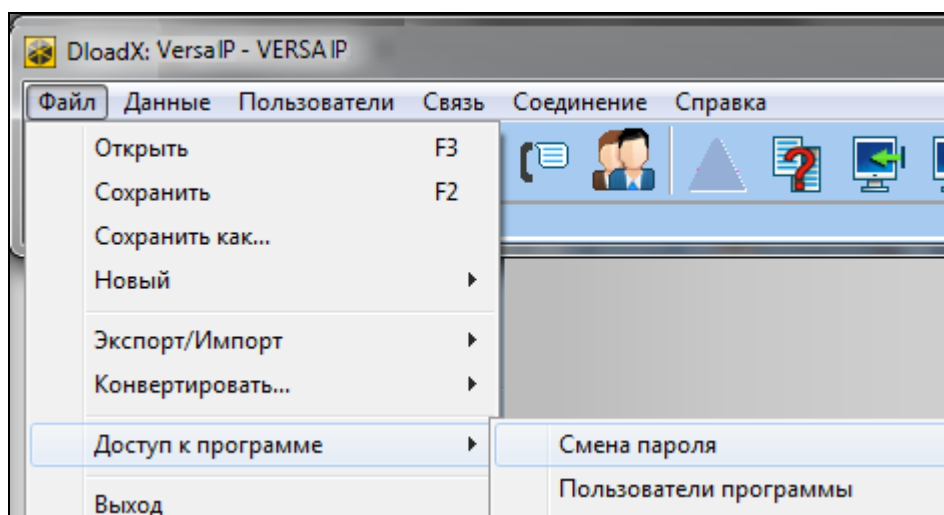

Рис. 5. Начало процедуры смены пароля доступа к программе DLOADX.
1. Кликните по очереди по «Файл» → «Доступ к программе» → «Смена пароля» (рис. 5). Откроется окно с полем для ввода пароля.
Можно ввести дополнительные пароли доступа к программе и определить полномочия пользователей, применяющих эти пароли («Файл» → «Доступ к программе» → «Пользователи программы» – см.: рис. 5).